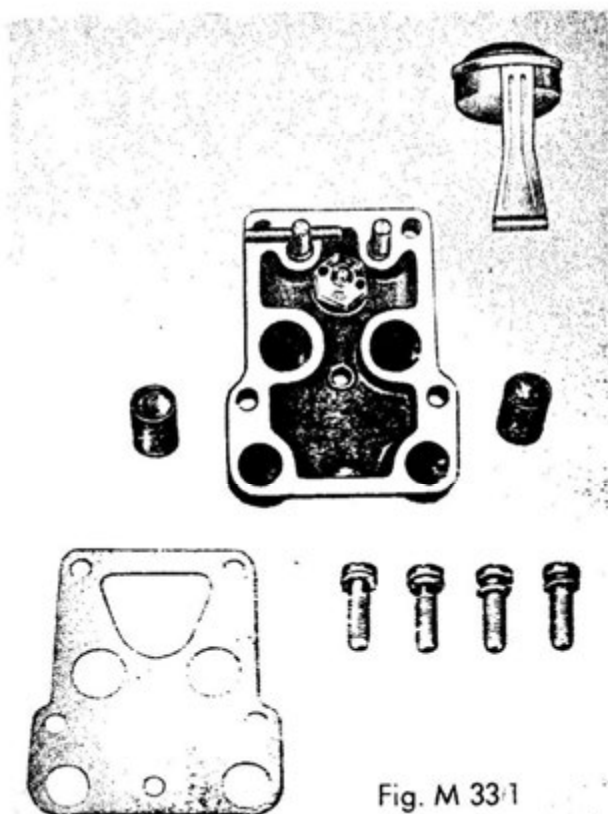

Fig. M 33/1
I.1 Occorre rammentare che la guarnizione del coperchio vaschetta può essere tolta solo dopo la rimozione dell'alberino del galleggiante. Questo dev'esser fatto con attenzione per non danneggiare il coperchio e il supporto del galleggiante (Fig. M 33/1).